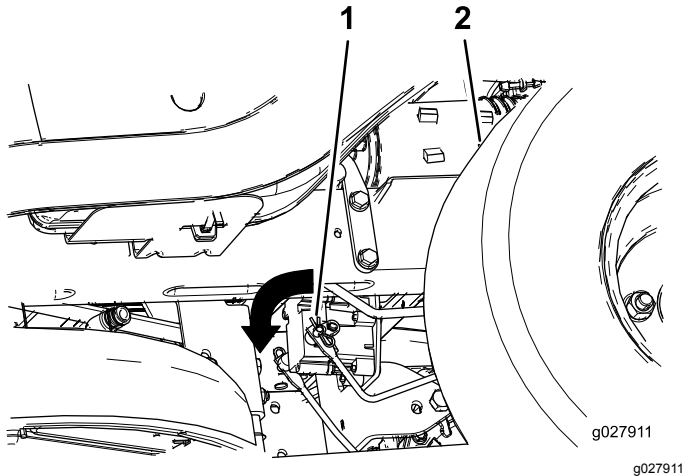

Figura 56
3. Localice el eje del freno eléctrico al que están conectados los brazos de enganche de los frenos (Figura 56).